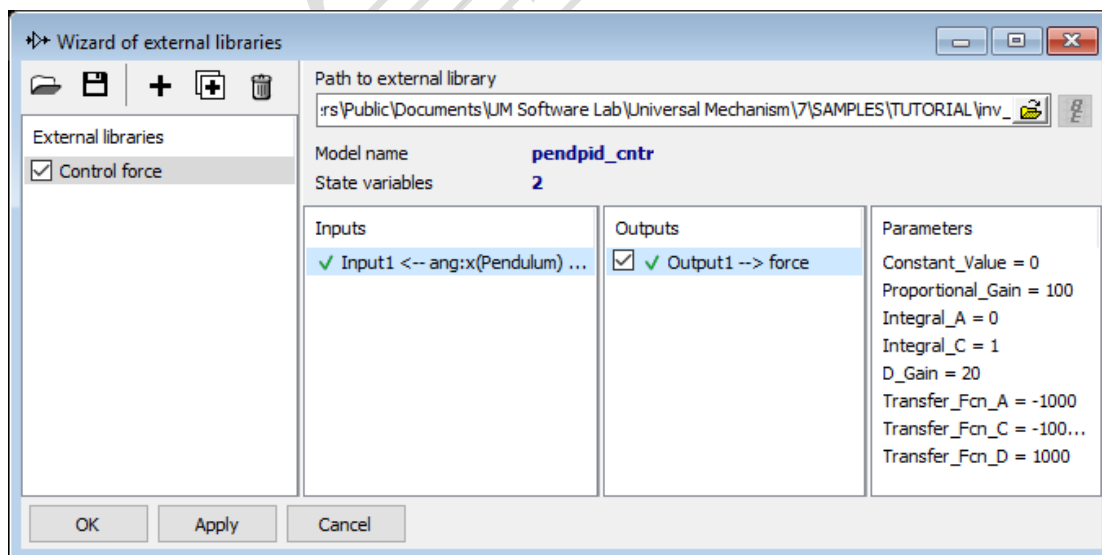

图 3.14 完成输入输出设置的界面
4. 在图 3.14 所示界面，点击 **Apply**（保存设置但不关闭窗口）或 **OK**（保存设置同时关闭窗口）。